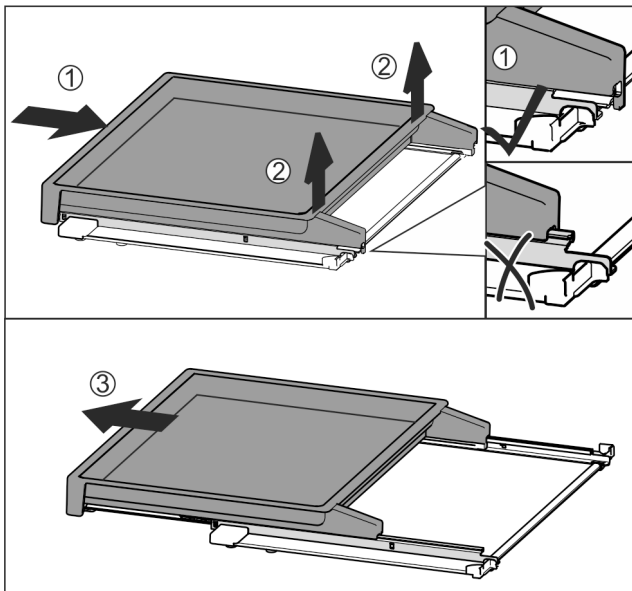

Fig. 112
- ▶ Вставить вытяжную панель полностью Fig. 112 (1).
- ▶ Отпустить фиксацию на задней стороне Fig. 112 (2).
- ▶ Извлеките вытяжную панель движением вперед Fig. 112 (3).